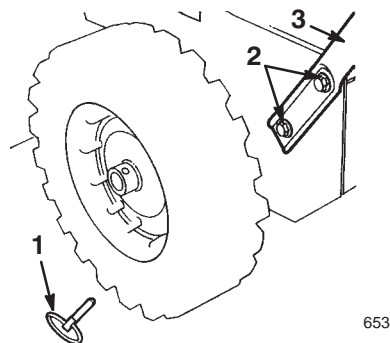

Figure 2
2. Retirez les goupilles des deux roues (Fig. 2) et faites glisser ces dernières d'environ 2,5 cm vers l'extérieur.
4. Placez le côté gauche de l'ensemble mancheron contre le côté gauche de la déneigeuse, face aux trous de montage dans le panneau latéral, et fixez-le à l'aide de deux boulons et rondelles bombées. Serrez à la main (Fig. 2).